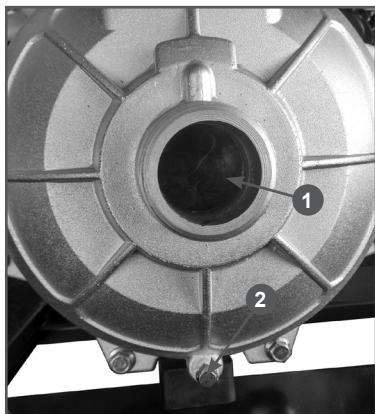

Рис. 16 Клапан насоса обратный и пробка отверстия для слива воды
В том случае, если произошла откачка воды с одновременным подъемом воды на значительную высоту, после окончания работы напорный рукав будет находиться под давлением водяного столба. Сливная и запасная пробки корпуса насоса также будут находиться под давлением, и попытка их открутить может привести к их повреждению. Для сброса давления воды в напорном рукаве и слива из него воды рекомендуется демонтировать всасывающий рукав, и, нажав на обратный клапан 1 насоса, например, рукой или молотком, слить воду из напорного рукава (Рис. 16).
7. Открутите пробку 2 (Рис. 16) и слейте воду из корпуса насоса. Пробка отверстия для слива воды из корпуса насоса находится в нижней части насоса под входным (всасывающим) патрубком (Рис. 16).